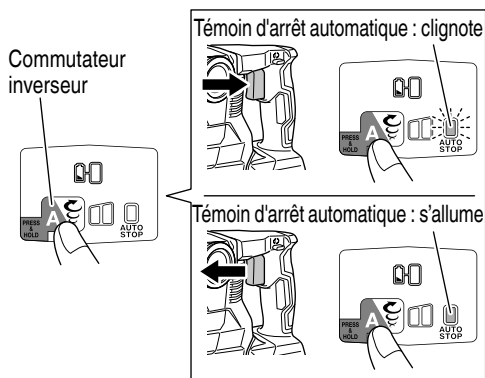

Fig. 30
- Mode d'arrêt automatique (marche/arrêt) (Fig. 30)
En mode sélection, appuyer sur le commutateur pendant plus de deux secondes pour passer en mode mémoire. (Fig. 30)